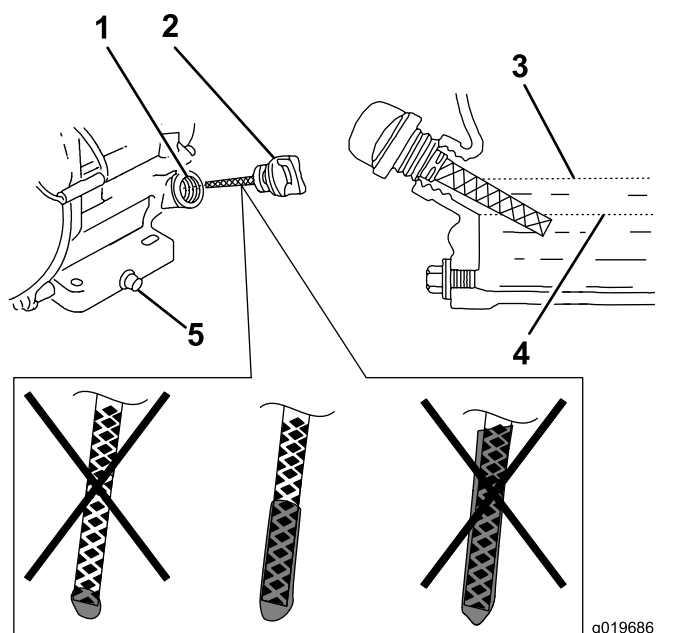

Figura 11
6. Retire a vareta e verifique o nível de óleo do motor (Figura 11).